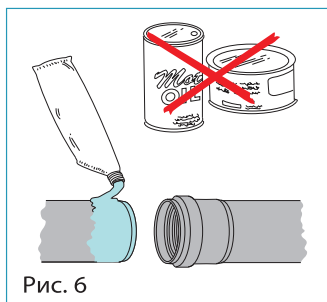

Рис. 6
- г) Следует нанести силиконовую смазку на кромку трубы, при ее отсутствии допустимо применять мыльную воду. Нельзя применять минеральные масла и смазки (рис. 6).